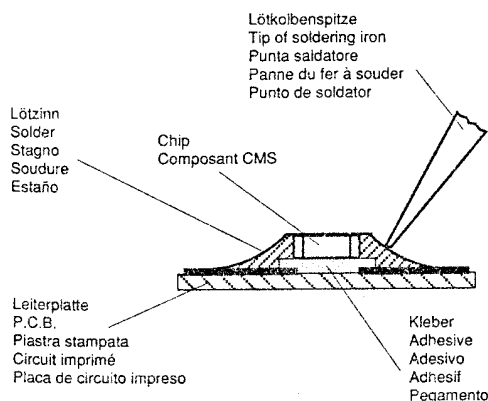

Fig. 1
1. Schritt: CHIP- Lötstelle mit Sauglitze absaugen (Fig. 1).
1. Aspirare i punti di saldatura del CHIP con una calza dissaldante (Fig. 1).
1. step: Clean the CHIP soldering point with a solder wick (Fig. 1).
1. Aspirer la soudure du composant CMS à l'aide de la tresse à souder (Fig. 1).